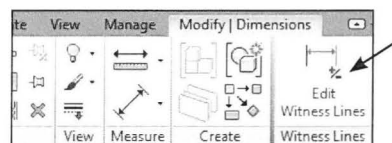

Fig. 12.07. Marker en målkæde og klik på *Edit Witness Lines*.
Efter at målkæden er placeret, har man muligheden for at ændre den, ved at markere målkæden og klikke på *Edit Witness Line* (Fig. 12.07). Som kun er synlig, når en målkæde er markeret.
- Klik på *Edit Witness Line* (Fig. 12.07).